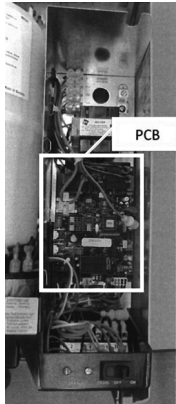

Fig. 2.
4. Ubique el bloque de control en el panel. (Consulte la Fig. 2.)